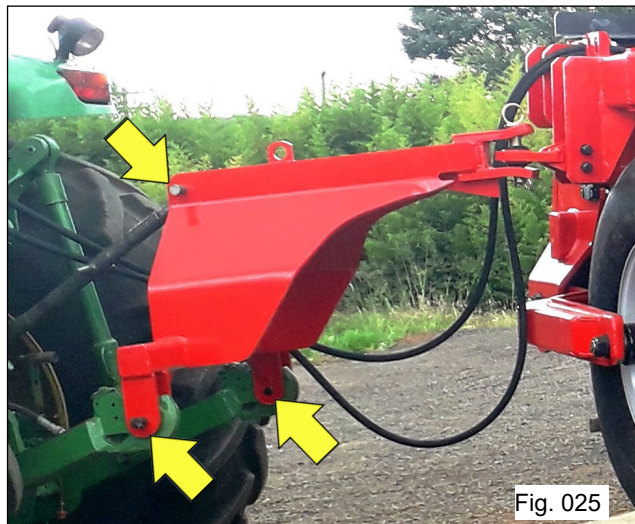

Fig. 025
4) Prenda os 3 pontos do suporte levante nos locais adequados do trator e fixe-os com os pinos e travas de aço (Fig. 025);